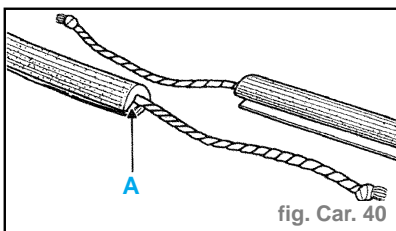

fig. Car. 40
- Remettre en place le joint de finition intérieur sur la cassette (avant remontage de celle-ci) en insérant préalablement un bout de ficelle dans la gorge (A) sur toute la longueur du joint. (fig. Car. 40)